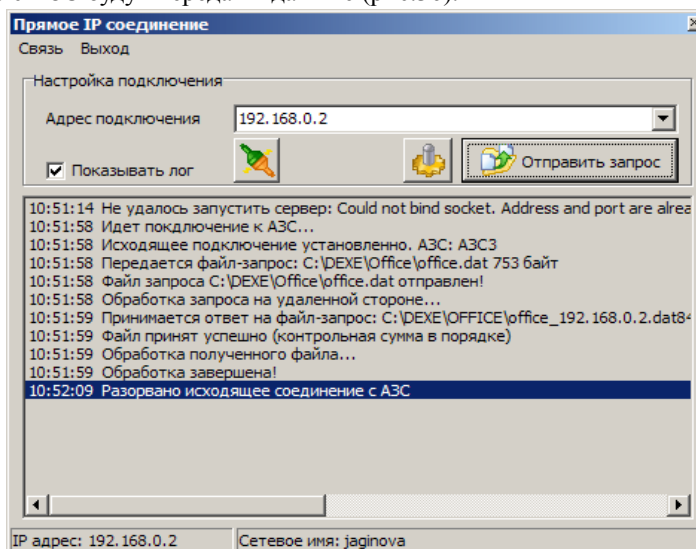

Рис. 36
4. Произойдет соединение по IP адресу с ЭВМ АЗС («ПТК АЗС Сервер» или «ПТК АЗС Менеджер») по полученному запросу в офис с АЗС будут переданы данные (рис.36).